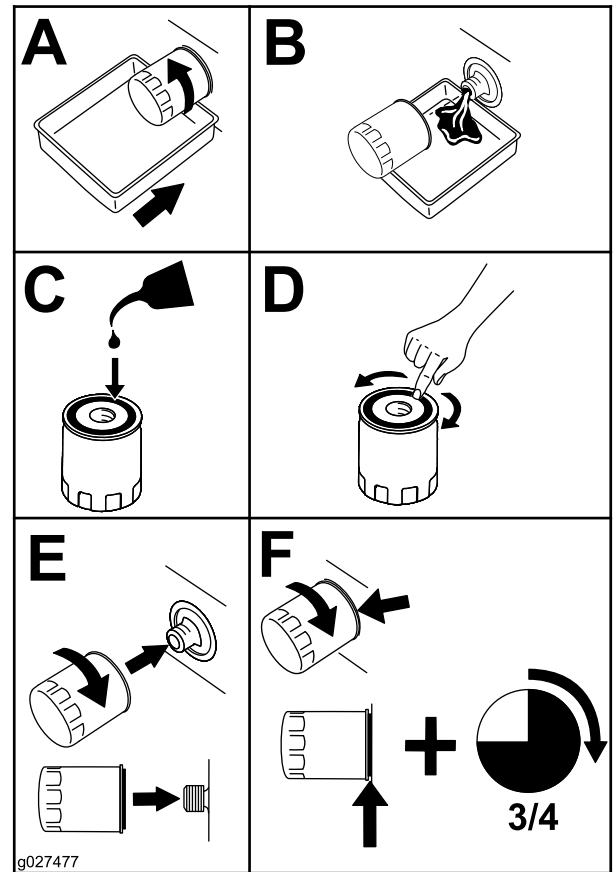

図 48
4. 図 48 に示す手順でエンジンオイルフィルタを交換します。